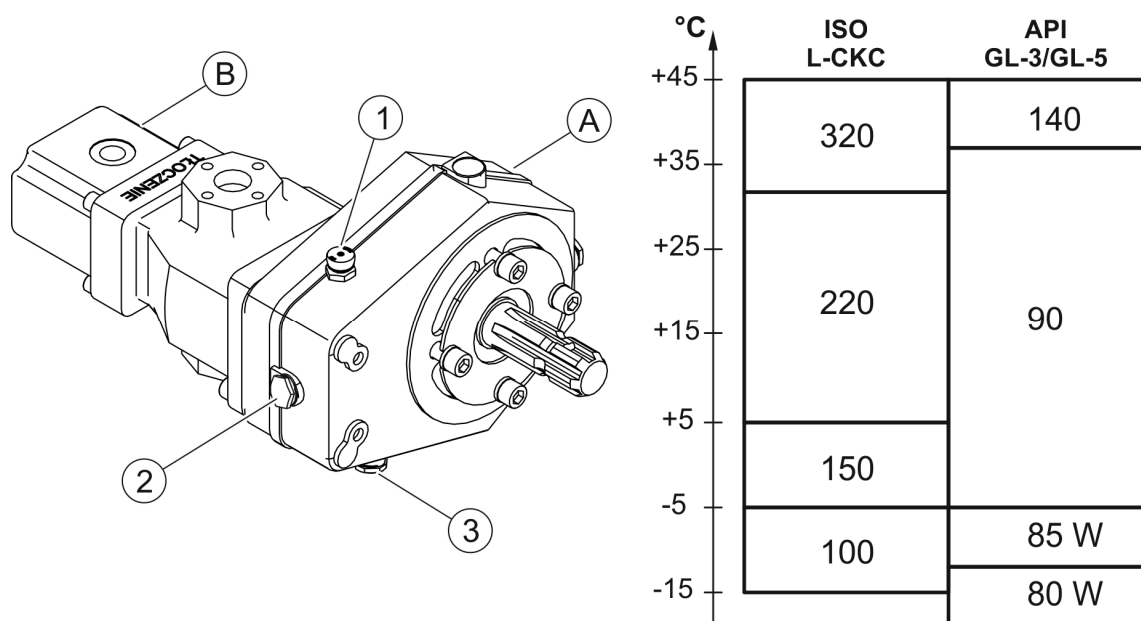

РИСУНОК 5.2 Мультиплікатор з гідронасосом і класифікація трансмісійних масел за в'язкістю в залежності від температури навколишнього середовища.
Будь-які витіки масла з мультиплікатора (A) і насосів (B) (РИСУНОК 5.2) неприпустимі. Їх слід усунути, підтягнувши кріпильні гвинти або замінивши ущільнювачі. Втрату масла з мультиплікатора необхідно компенсувати трансмісійним маслом, відкрутивши пробку заливної горловини (1) і доливши масло до рівня оглядового скла (2). Відкрутити зливну пробку (3) і злити масло в попередньо підготовлену посудину. Далі через заливну пробку (1) залити масло в мультиплікатор до рівня оглядового скла (2).
Допускається використання трансмісійного масла якості ISO L-CKC або API GL-3/GL-5. Клас в'язкості трансмісійного масла вибирається в залежності від температури навколишнього середовища (РИСУНОК 5.2).